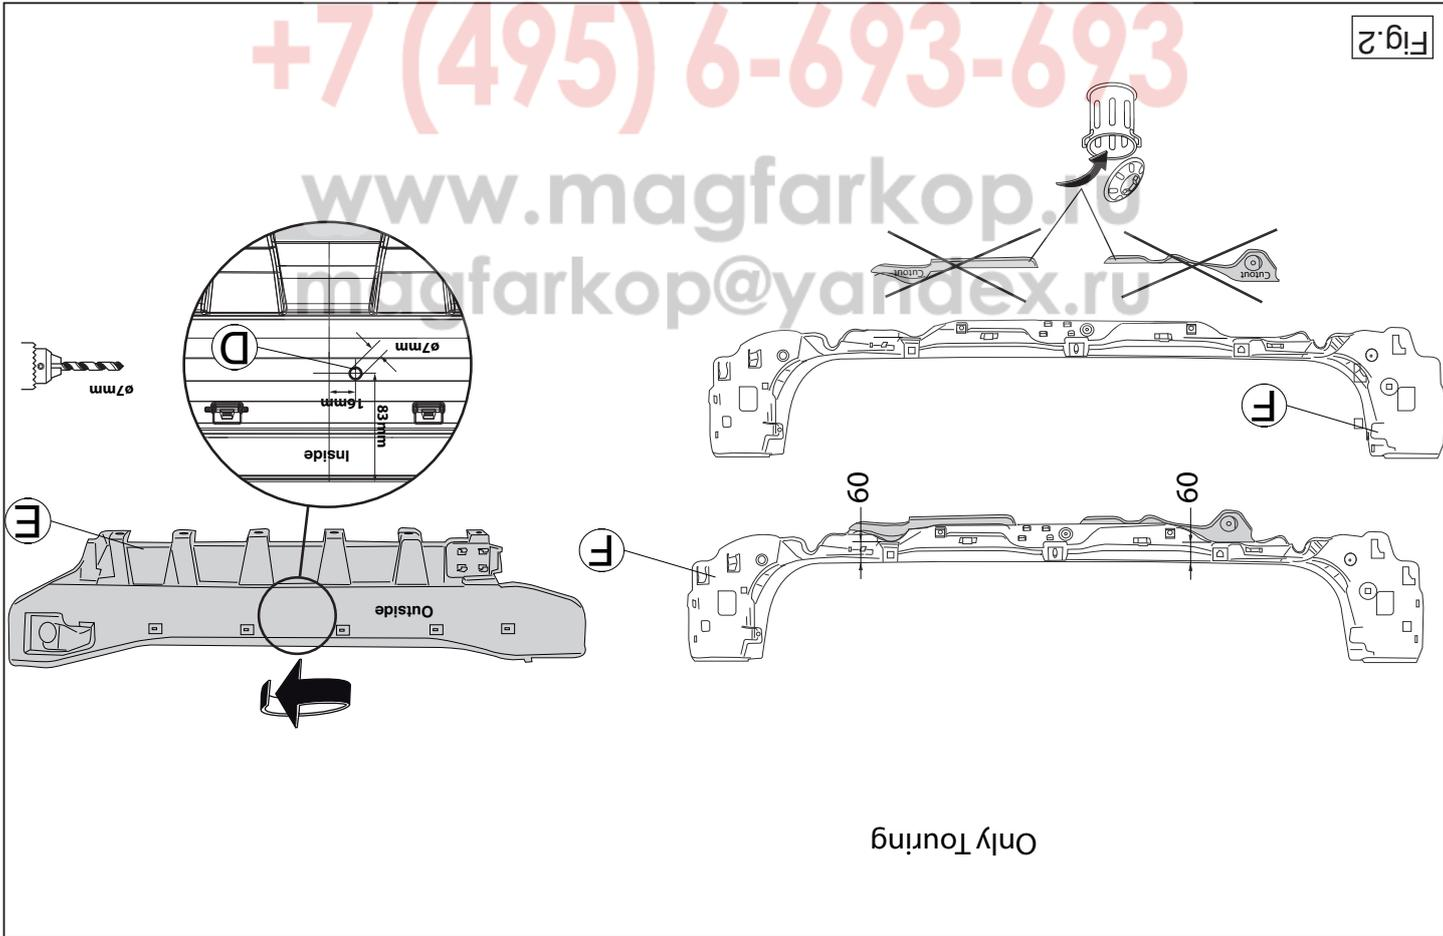

Fig.2
11. Boor overeenkomstig fig. 2 en 3 het gat D  $\varnothing$ 7mm.
7. For **Touring** drive vehicles, the following applies: Saw out the indicated sections from figure 2. Attach part F.
11. Drill the hole D  $\varnothing 7\text{mm}$  as shown in fig.2 and 3.
7. Für **Touring** Fahrzeuge gilt: Gemäß Abb. 2 die angegebenen Teile abschneiden. Teil F wieder montieren.
11. Gemäß der Abb. 2 und 3 das Loch D  $\varnothing 7\text{ mm}$  bohren.
- quées conformément à la figure 2. Monter la partie F.
11. Percer conformément à la fig. 2 et 32 a le trou D de ø7mm.
11. Borra hålet D  $\varnothing 7\text{mm}$  enligt fig.2 och 3.